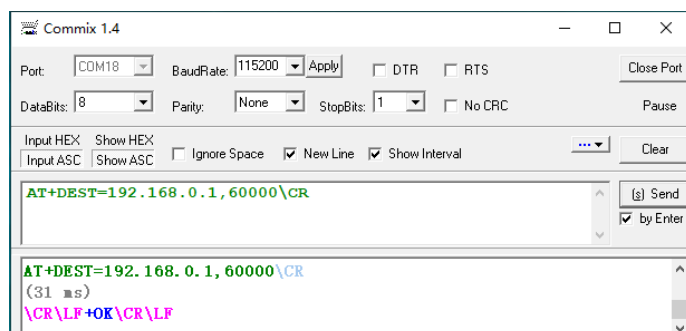

图 13-7 目标网络 IP、端口设置界面
- 5) 设置目标网络 IP、端口，如图 13-7 所示，目标 IP 设置为 192.168.0.1，端口设置为 60000；
6) 如图 13-7 所示, 所有参数设置完成后, 退出 AT 指令模式, 程序自动返回透传模式。